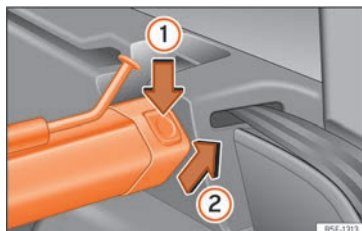

Fig. 140 Dans le coffre à bagages : démonter le filet de séparation.
- Appuyez sur la touche de déverrouillage gauche ou droite »» fig. 140 dans le sens de la flèche ①.
- Retirez la structure du support dans le sens de la flèche »» fig. 140 ②.
- Appuyez sur la structure sur les supports gauche et droit dans le sens contraire à la flèche »» fig. 140 ② jusqu'à ce qu'elle s'enclenche.